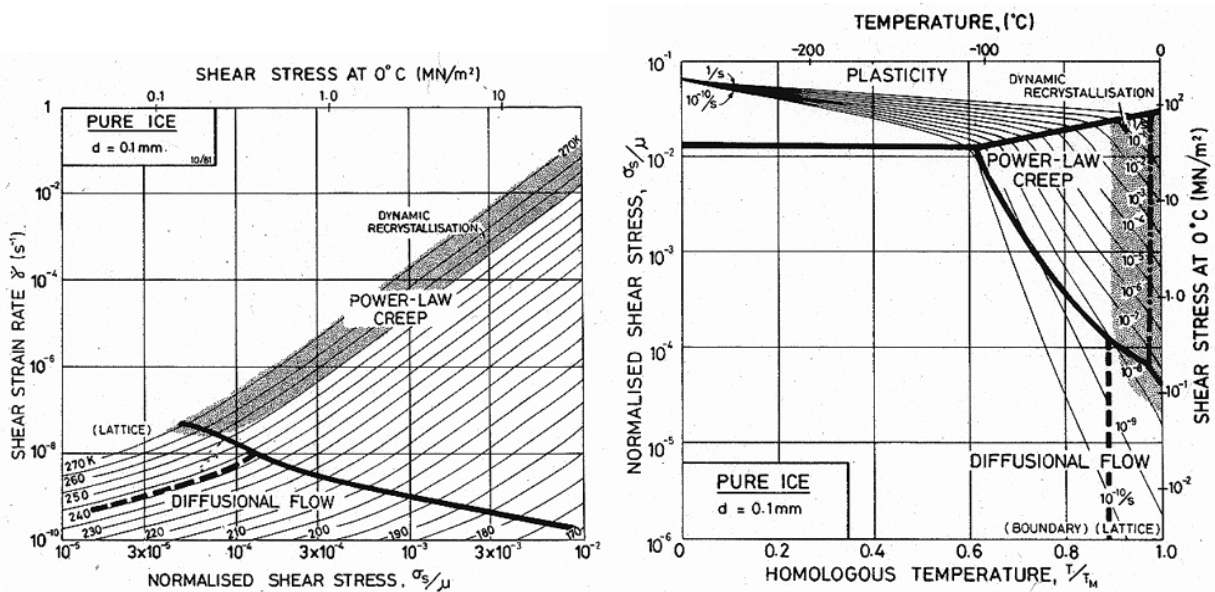

Figura 1: Mapas de Weertman-Ashby para o gelo.
1. A Figura 1 apresenta os mapas de Weertman-Ashby para fluência do gelo, os mapas serão usados para resolver a presente questão. Um pesquisador brasileiro trabalhando na Antartica